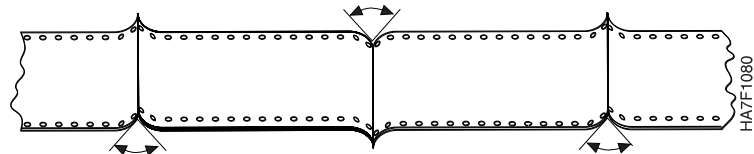

図 11. 折り畳み復元力
1. 用紙スタックから最初の 5 ~ 10 ページ分を、図11 のように持ち上げます。